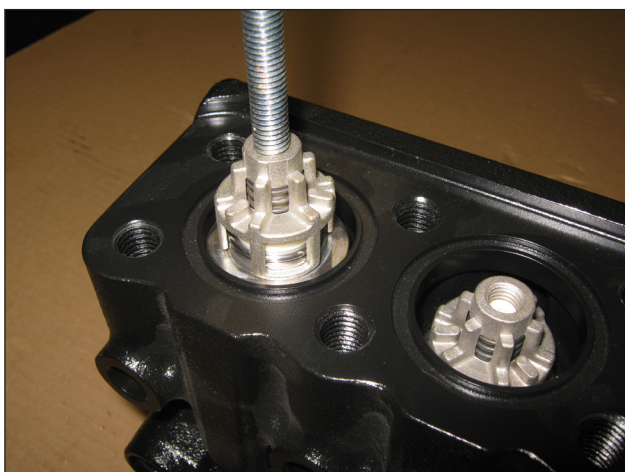

Fig. 18
- Estrarre i gruppi valvola di aspirazione e mandata utilizzando l'estrattore a massa battente cod. 26019400 (Fig. 18).